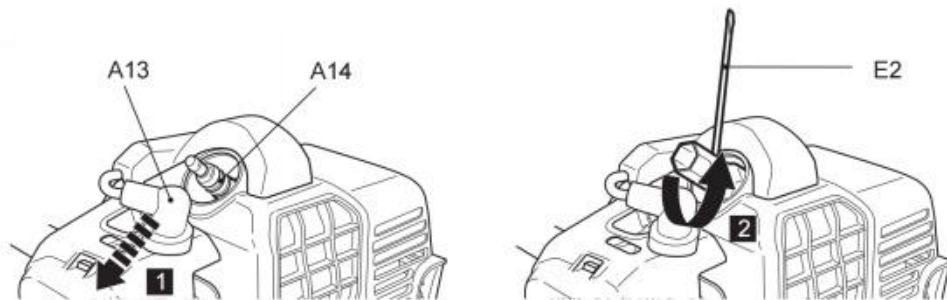

Fig. 78
2. Lossa tändstiftet (A14) moturs med hjälp av multiverktyget (E2) och ta försiktigt bort det (fig. 78).